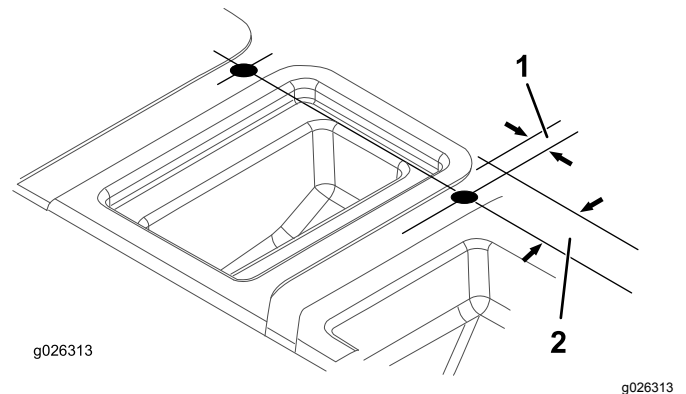

図 10
7. 図 10に示された寸法で、座席シュラウド上面に穴を 2ヶ所あける。